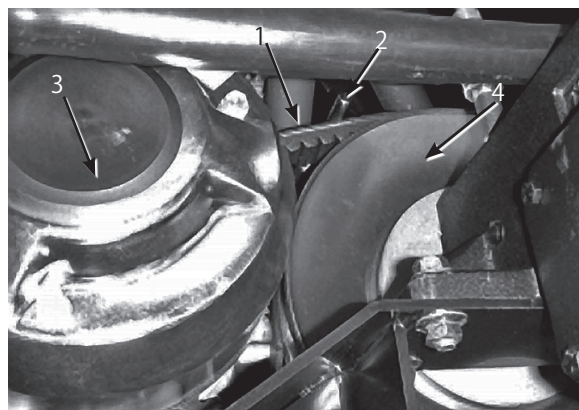

図52
1. 二次クラッチの近くにある2つのベルト・ガイド (図52) をゆるめる。
2. 二次クラッチを回しながら二次クラッチ部分でベルトを外す (図52)。
3. 一次クラッチからベルトを外す (図52)。
4. 新しいベルトを一次クラッチに掛ける (図52)。
5. 二次クラッチを回しながら二次クラッチにベルトを掛ける (図52)。